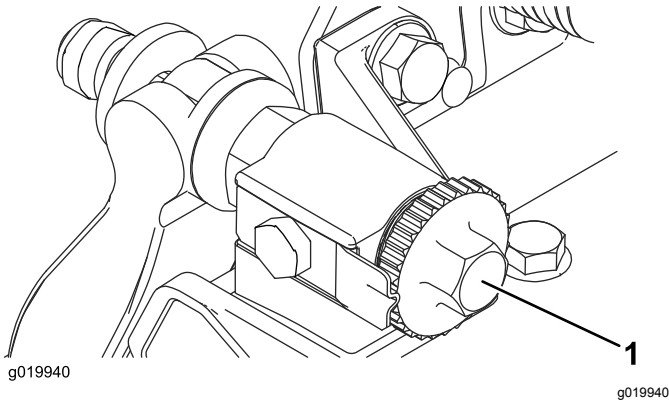

Figure 30
1. Séparez le cylindre et la contre-lame en tournant les boutons de réglage de la contre-lame (Figure 30) dans le sens antihoraire jusqu'à ce que les deux pièces ne soient plus en contact.